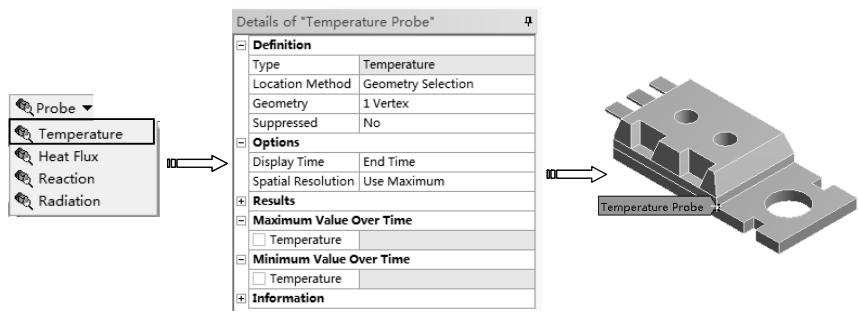

图 11-61 插入温度探测
2) 在【Outline (分析树)】中选择【Solution (B6)】节点，出现【Solution】工具栏。选择【Solution】工具栏上的【Probe】|【Temperature (温度)】命令，单击【Geometry】选项中的【Apply】按钮完成，如图 11-61 所示。